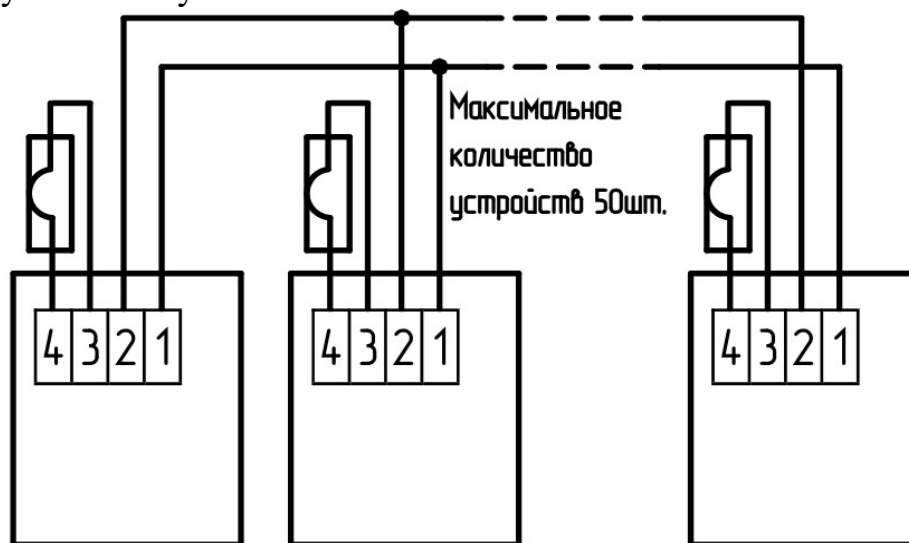

Рисунок 4 – Схема группового включения устройств
6.5 Для организации группового пуска (до 50 устройств) клеммы X1.1 (+) и X1.2 (-) всех устройств объединить параллельной цепью управления (рисунок 4). Выбрать режим группового пуска согласно п.6.2.